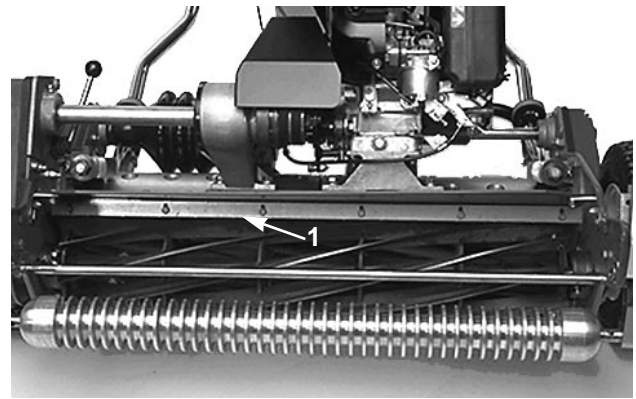

Bild 11
1. Die Schrauben lockern, mit denen die obere Leiste (Bild 11) an der Mähspindel abgesichert ist. Eine 1,5 mm Fühlerlehre zwischen der Oberseite der Spindel und der Leiste einführen und die Schrauben festziehen. Sicherstellen, daß Leiste und Spindel über die gesamte Spindelbreite im gleichen Abstand sind.